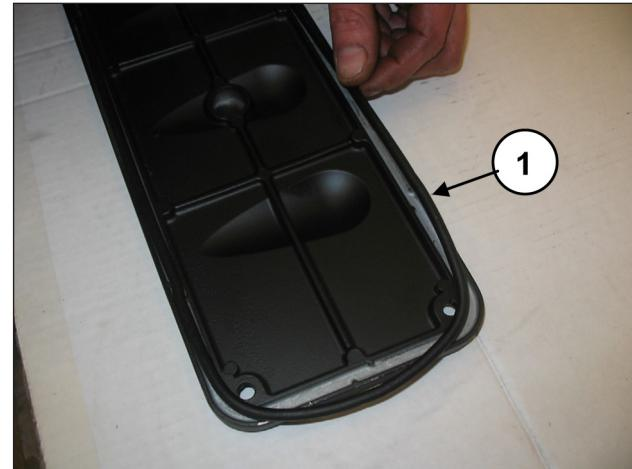
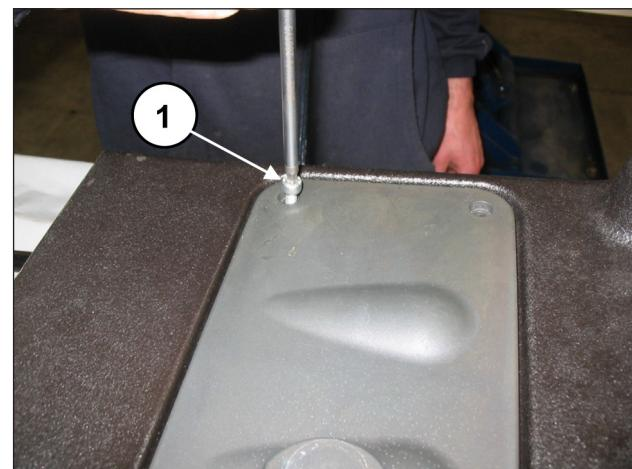

Fig. 99
Fig. 100
Insira o O-ring nas duas tampas de inspeção (pos. ①, Fig. 99) e monte as tampas usando 4+4 parafusos M6x14 (pos. ①, Fig. 100).